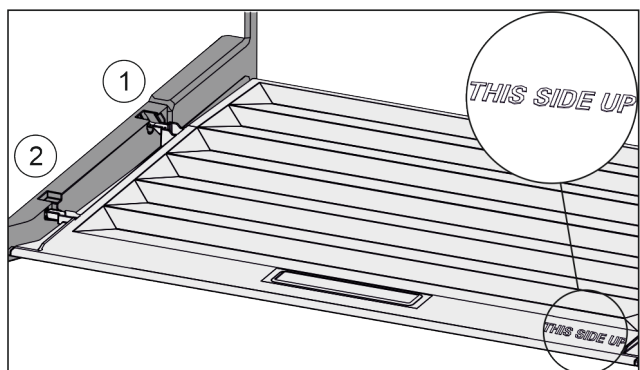

Fig. 39
- ▶ Introduire les rainures du couvercle par l'orifice du support arrière Fig. 39 (1) et les enclencher à l'avant dans le support Fig. 39 (2).